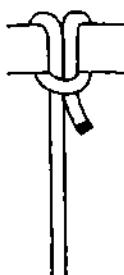
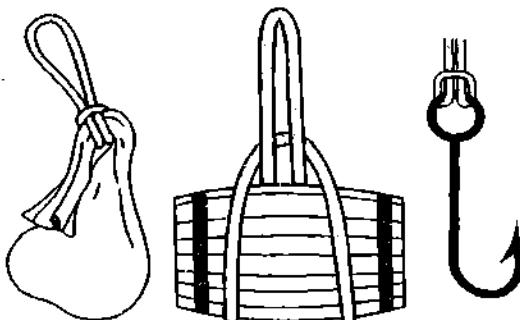

Рис. 586. Коровий узел предназначен для небольших нагрузок. Верёвка привязана к опоре одним концом.
Рис. 587. Глухая петля – **коровий узел**, у которого задействованы в работе оба конца. В таком виде узел способен выдержать очень большую нагрузку.
**Коровий узел**, как и **выблиночный**, состоит всего лишь из двух полуштыков (рис. 586). Он прост и многофункционален. **Коровий узел** является и узлом для крепления верёвки к опоре и затягивающейся петлёй. Если у узла в работе используется один коренной конец, то узел называется **коровьим**, а если оба – **глухая (мёртвая) петля** (рис. 587). Второе название узлу дано не случайно – если тянуть за два конца, **коровий узел** держит мёртвой хваткой.
Однажды одна пожилая женщина попросила меня помочь ей вытащить из погреба шесть мешков с картошкой. Она дала мне вдвое сложенную тесьму, а сама спустилась в погреб, чтобы привязывать тесьму к мешкам. Мне стало интересно – каким же узлом она будет привязывать верёвку к мешку? Но её узел оказался наипростейшим и очень скоростным. С помощью **глухой петли** и вдвое сложенной тесьмы за одну минуту из погреба было извлечено шесть мешков картошки. На горловину мешка **мёртвая петля** быстро набрасывается и при натяжении верёвки моментально схватывает, а при ослаблении без труда снимается (рис. 587).